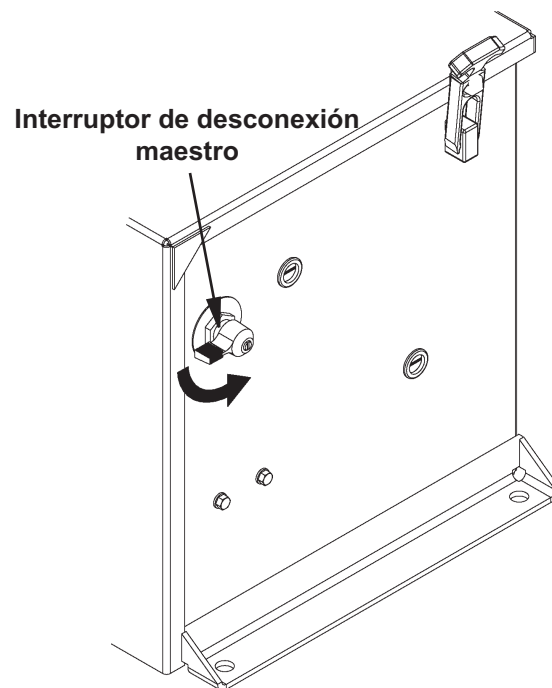

FIG. 4-2
2. Gire el interruptor de desconexión maestro en sentido contrario a las manecillas del reloj para desconectar la alimentación eléctrica de caja de la bomba (**FIG. 4-2**).